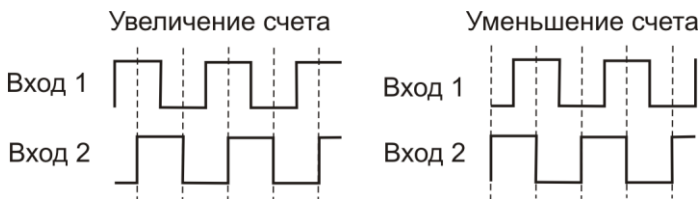

Рис. 1.1 Реверсивный счёт по двум датчикам
- автоматический реверсивный счёт по двум датчикам (двухфазный счёт). При условии, что на оба входа поступают импульсы, сдвинутые во времени друг относительно друга на 50% длительности и имеющие зону перекрытия, прибор автоматически определяет направление счёта (см. рис. 1.1).